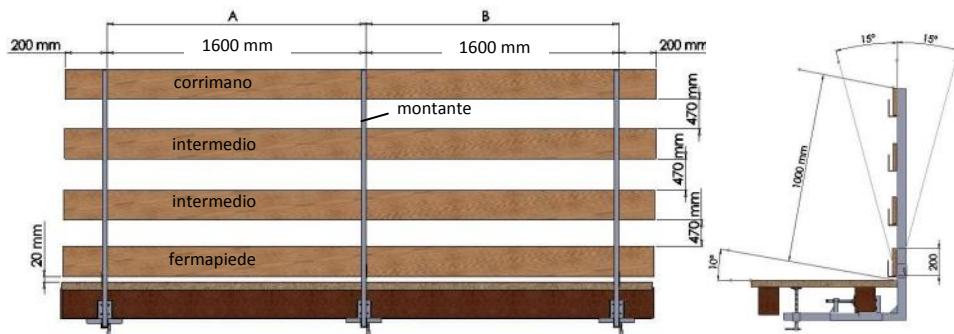

fig. 3
8. Condizioni generali d'impiego (fig. 3)